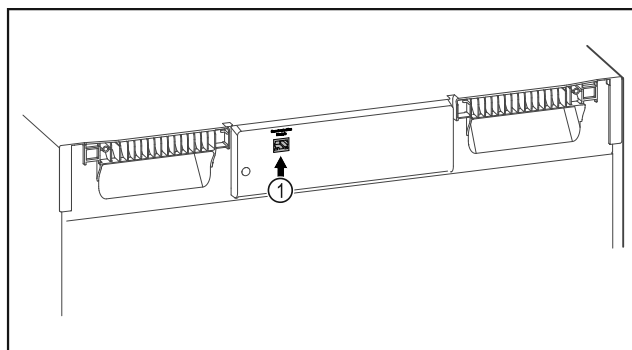

Fig. 85
- ❑ Założono SmartModule Fig. 85 (1).